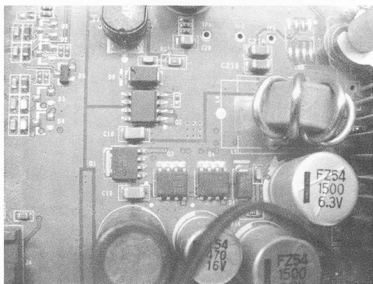

图 5-3 供电电路正面
(2) 观察 PCB 正面, 发现只有几个场管和线圈, 没有 PWM 芯片, 如图 5-3 所示。